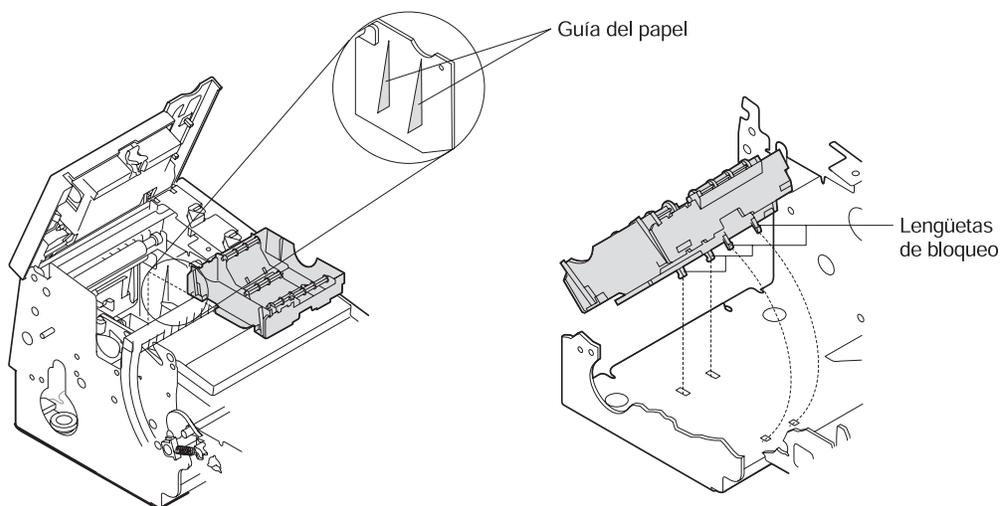

Figura 4-58. Cubeta del papel de recibo del cliente
7. Desbloquee las lengüetas de bloqueo desde la cara inferior del bastidor y extraiga la **cubeta del papel de recibo del cliente**. Consulte la Figura 4-58 en la página 4-72.